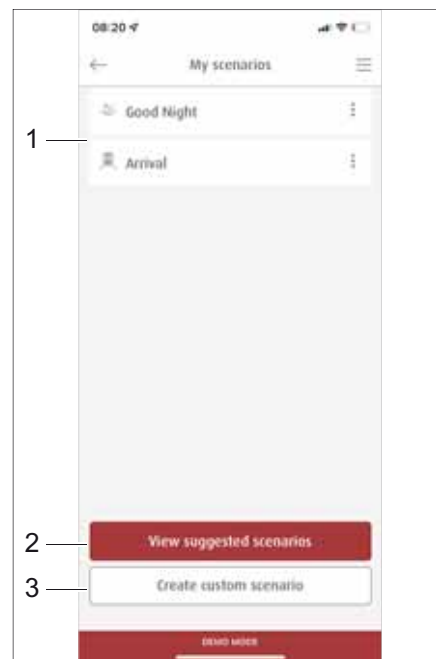

Bild 292 Administrera scenarior
I området *Scenarior* listas alla sparade scenarior (Bild 292,1). Färdiga scenarior (Bild 292,2) kan visas och nya skapas (Bild 292,3).
- På menyn *Scenarior* klickar du på knappen *Visa färdiga scenarior* (Bild 292,2) tippen.
Knapparna för de valda scenarierna är inramade i rött och finns med i listan på menyn *Mina scenarior* (Bild 292,1).